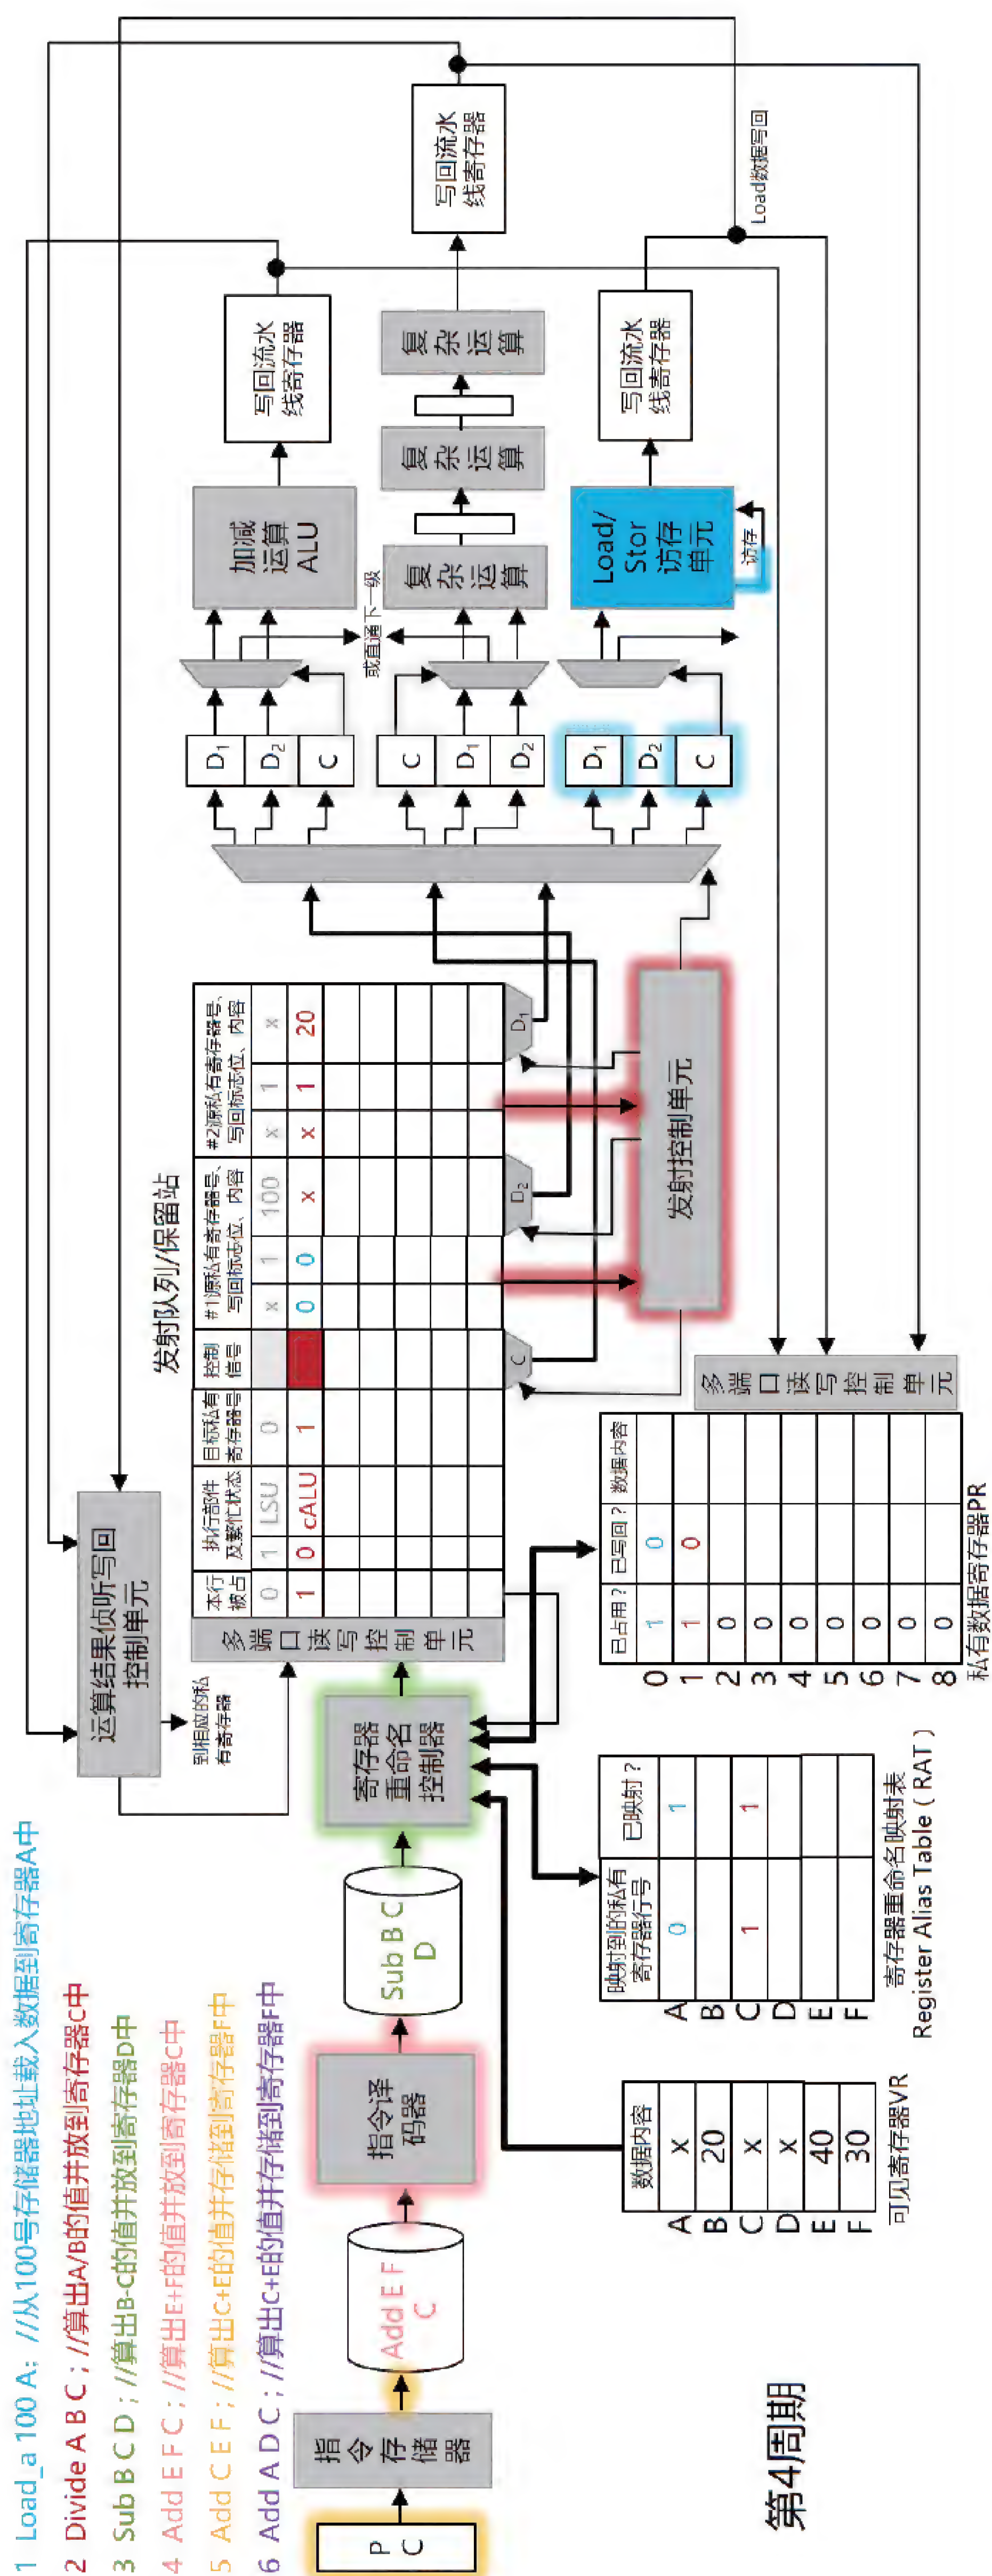

图4-52 第4周期执行过程
**第4周期：**如图4-52所示。在本周期边沿时，黄色指令被取指，粉色指令被译码，绿色指令被寄存器重命名和读操作数（目标可见寄存器D被映射到私有寄存器#2），同时棕色指令在上一个周期被重命名单